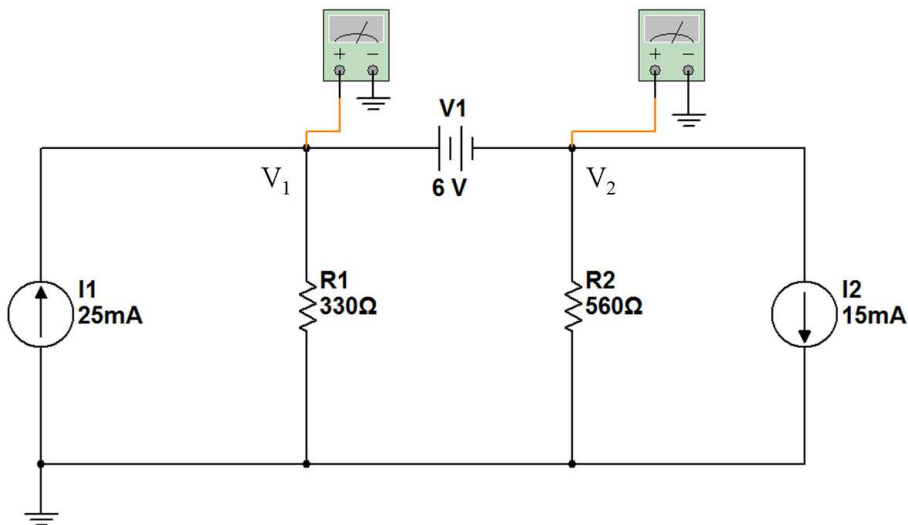

Figura 7: Circuito con fuente de voltaje entre nodos.
1. Del circuito mostrado en la figura 7, calcule los datos faltantes, realizar los cálculos empleando el editor de ecuaciones de Word y agregarlos en la sección correspondiente.
3. Armar en el protoboard el circuito de la figura 7. Medir los parámetros solicitados y completar la tabla en la sección de Resultados.